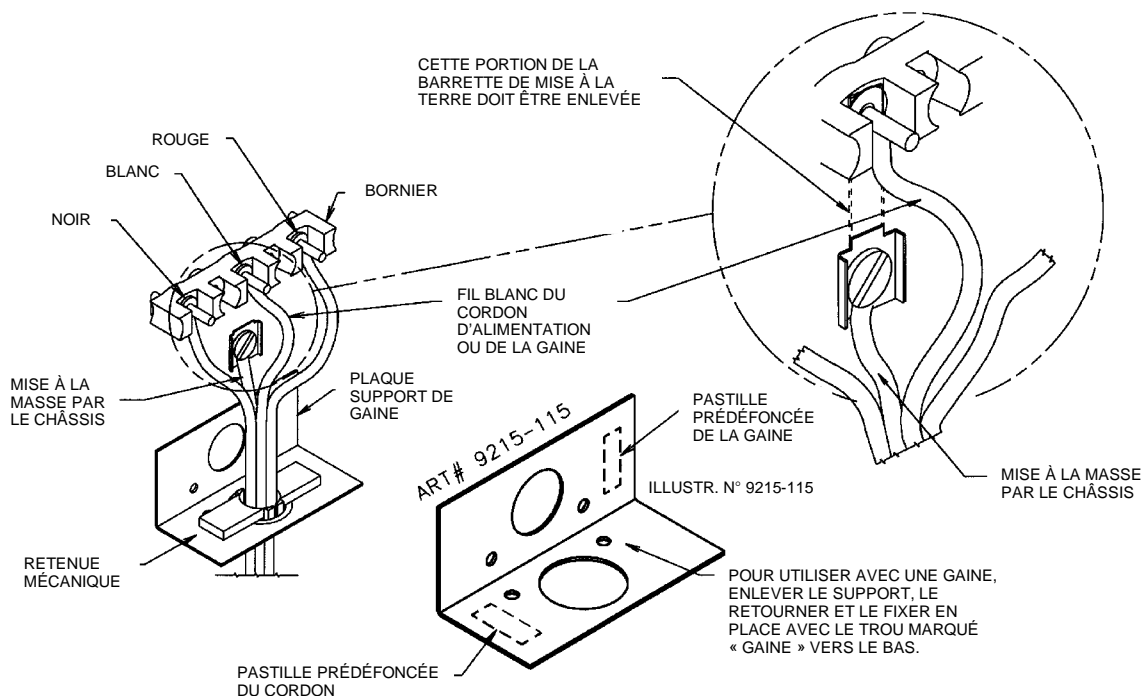

FIGURE 9
1. La barrette de mise à la terre en cuivre reliant la borne neutre (celle du milieu) du bornier et le châssis **DOIT** être enlevée tel qu'indiqué à la figure 9. Garder la vis de mise à la terre verte pour fixer le fil de terre du cordon à 4 fils. Utiliser uniquement un cordon d'alimentation ou une gainé à 4 fils.
Débrancher la cuisinière du secteur. Enlever le couvercle du bornier se trouvant à l'arrière de la cuisinière et déconnecter le cordon d'alimentation à 3 fils du bornier. Suivre les instructions données à la figure 9 pour connecter le cordon à 4 fils.